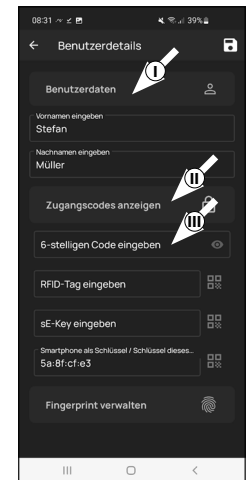

Abb. 3
- Sie gelangen in eine Übersicht mit den Benutzerdaten. Sofern Sie einen neuen Benutzer angelegt haben, geben Sie bitte zunächst den Vor- und Nachnamen des Benutzers ein (I) (Abb. 3).
- Hinweis:** In diesem Absatz können Sie dem Benutzer gewünschte Öffnungsmedien (z. B. Benutzercode oder Fingerprint) hinterlegen (II) (Abb. 3). Dem Benutzerprofil des Administrators wurde automatisch die Schlossöffnung per Smartphone hinterlegt.
- Sofern Sie eine optional erhältliche Pincode- oder Fingerprint-Tastatur besitzen (z. B. *ENTRY 7711 PIN*), können Sie in diesem Absatz einen 6-stelligen Benutzercode als Öffnungsmedium einspeichern. Hinweise zur Einrichtung finden Sie in der Anleitung des jeweiligen Artikels (III) (Abb. 3)